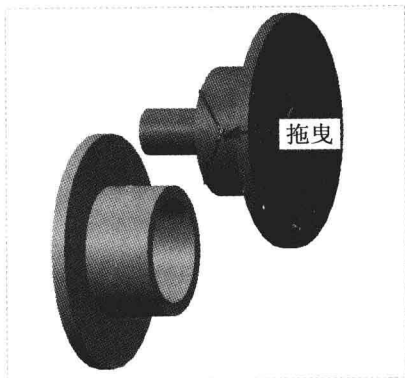

图 11-65 拖曳鼠标
Step 03 弹出“元件放置”选项卡，此时元件被激活，在绘图区的坐标控制器单击鼠标左键并拖曳鼠标，如图 11-65 所示。